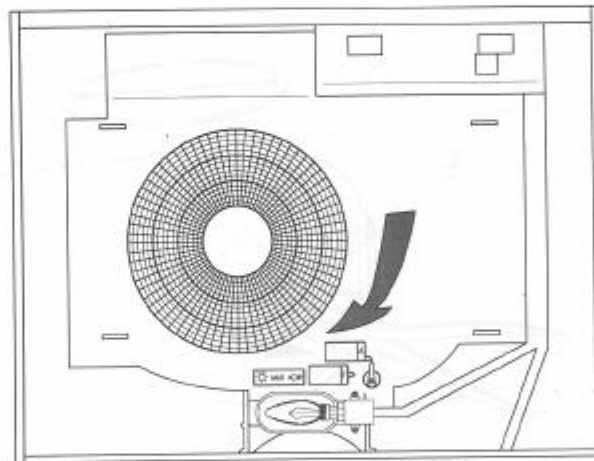

Fig. 5
- **Runder Filter:** Einsetzen und durch Rechtsdrehung befestigen (Abb. 5).
- **Circular:** with bayonet attachment— rotate in clockwise direction (fig. 5).